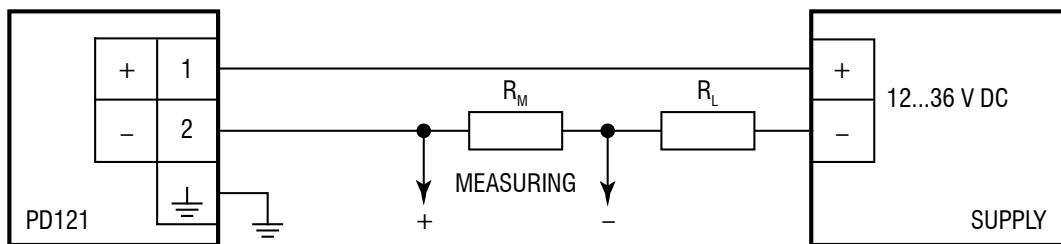

Fig. 4.1 External view
El transmisor debe conectarse de acuerdo con el diagrama de cableado (Fig. 4.1) considerando los requisitos de resistencia de carga.
- Desenrosque el prensaestopas (4) y saque el sello del cable (3).
- Pase el cable a través del prensaestopas (4) y el sello del cable (3) en el gabinete (2).
- Conecte los extremos pelados del cable a los terminales de tornillo del soporte del terminal (5) en de acuerdo con el diagrama de cableado (Fig. 4.1) y atornille bien los terminales.
- Coloque el soporte del terminal (5) en el gabinete (2) y cierre el sello del conector (6).
- Al atornillar el prensaestopas (4), asegúrese de que el prensaestopas con el sello del cable
- (3) están ensamblados correctamente y el sello del cable no está dañado.
- Enchufe el enchufe (2 + 5 + 6) en los contactos (7).
- Atornille y apriete el tornillo (1).